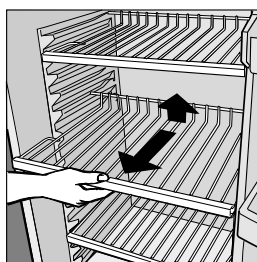

Рис. 1
- Холодильное отделение оборудовано удобными съемными полками (Рис. 1), регулируемые по высоте: это позволяет размещать крупные упаковки и высокие бутылки.